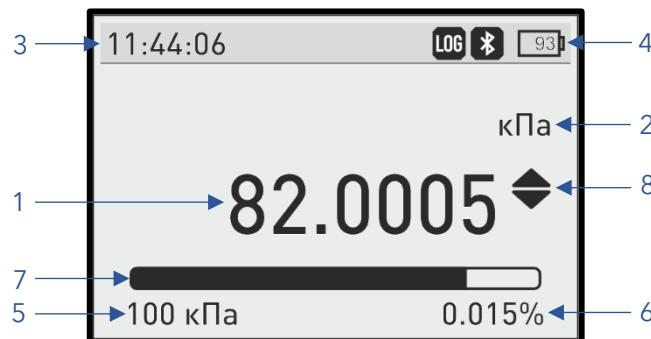

Рисунок 2 - Отображение информации на дисплее.
В центральной части дисплея отображается значение измеренной величины давления ① (рис. 2). Справа от измеренной величины давления ① указывается текущая единица измерения ②.